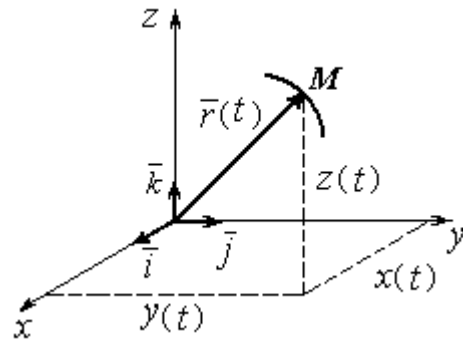

Рис. 2.1. Векторный и координатный способы задания движения точки
**Координатный способ** задания движения точки основан на том, что положение точки определяется ее координатами, заданными для каждого момента времени (рис. 2.1):  $x = x(t)$ ,  $y = y(t)$ ,